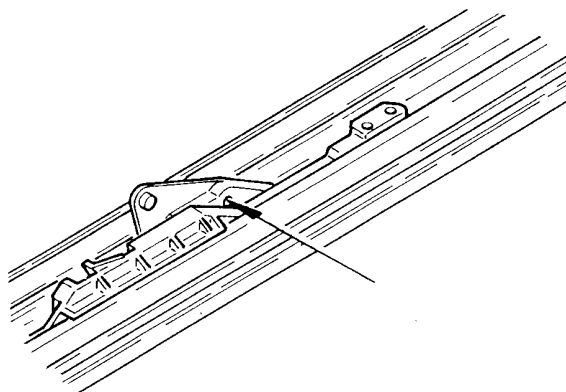

Рисунок 8
11. Передвиньте левый верхний и правый верхний механизмы в закрытое положение. Вставьте в каждое отверстие диаметром 2,5 мм латунной рейки штифт (тонкий предмет). Толкните механизм вперед, пока он не становится в нужном положении (рисунок 8).